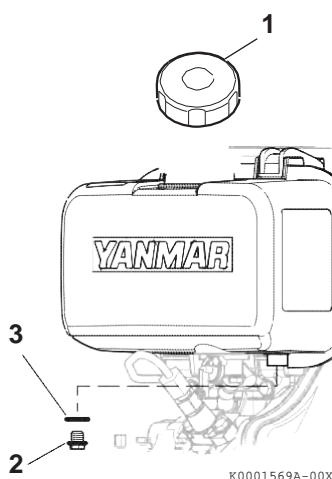

Figura 8
2. Rimuovere il tappo del carburante (**Figura 8, (1)**).
3. Rimuovere il tappo di scarico del serbatoio carburante (**Figura 8, (2)**) e la guarnizione (**Figura 8, (3)**) per fare defluire il carburante.
9. Serrare il tappo di svuotamento del serbatoio carburante (**Figura 8, (2)**) con nuova guarnizione (**Figura 8, (3)**).
10. Reinserire il tappo carburante (**Figura 8, (1)**) e serrare a mano. Un serraggio eccessivo del tappo carburante lo danneggerà. Riempire il serbatoio carburante. **Si veda Riempimento del serbatoio carburante a pagina 21.**